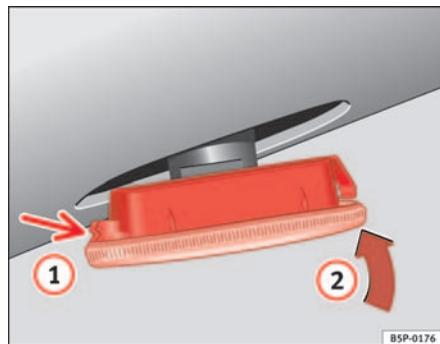

Abb. 152 Seitliche Blinker
- Den Blinker durch Einrasten der Halterungen ① ⇒ Abb. 152 zuerst in die Aufnahme in der Karosserie und anschließend den Blinker in Richtung von Pfeil ② ⇒ Abb. 152 einsetzen. ■